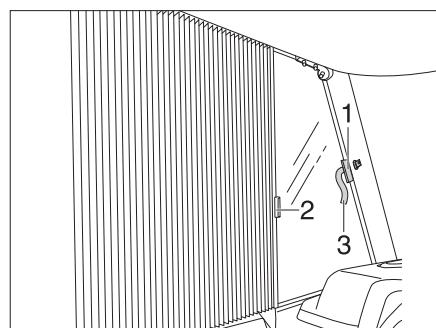

Fig. 13 Aseguramiento del estor plegable ventana del conductor/acompañante
- Empujar los estores plegables de la ventana del conductor y la ventana del acompañante con los tiradores (Fig. 13,2) debajo de las cubiertas y asegurarlos con cintas de cierre de velcro (Fig. 13,1 y Fig. 13,3). El estor plegable está asegurado.